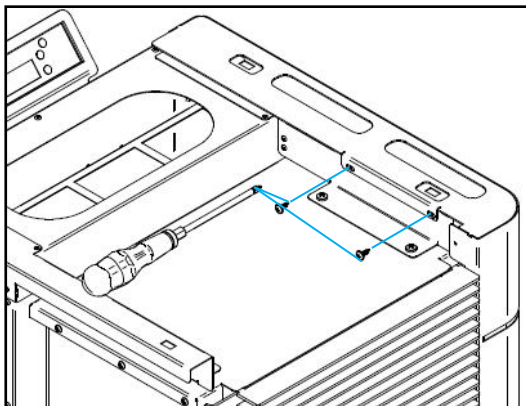

Figura 22 - Fixação das envolventes laterais na parte superior
d) Repetir o processo realizado no ponto b e c deste manual para a outra envoltente e apertar as laterais utilizando quatro parafusos do kit, dois em cada lado, como demonstra a Figura 22.